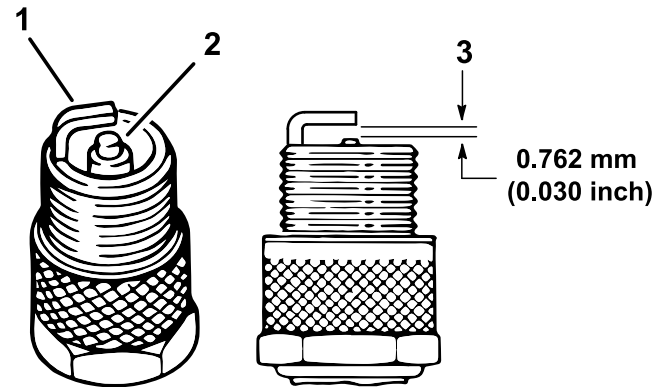

Figura 40
central para verificar que no están dañados (Figura 40).
5. Ajuste la distancia entre los electrodos central y lateral a 0,76 mm, tal y como se muestra en la Figura 40.